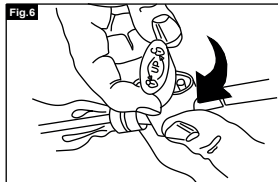

Fig. 6
5. Verrouiller la vanne de régulation en la soulevant et en la tournant de 180 degrés (fig. 6).